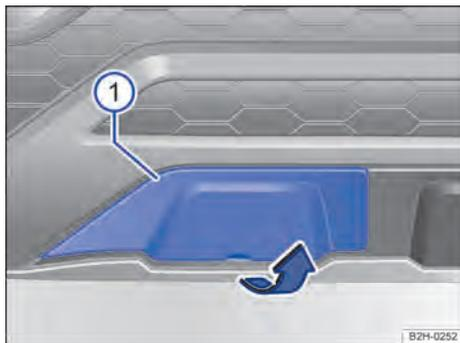

Fig. 171 En el lado derecho del paragolpes delantero: cubierta, variante 1.
1. Introduzca la mano por el rebaje de la cubierta y retire la cubierta en el sentido de la flecha → fig. 171 ①.